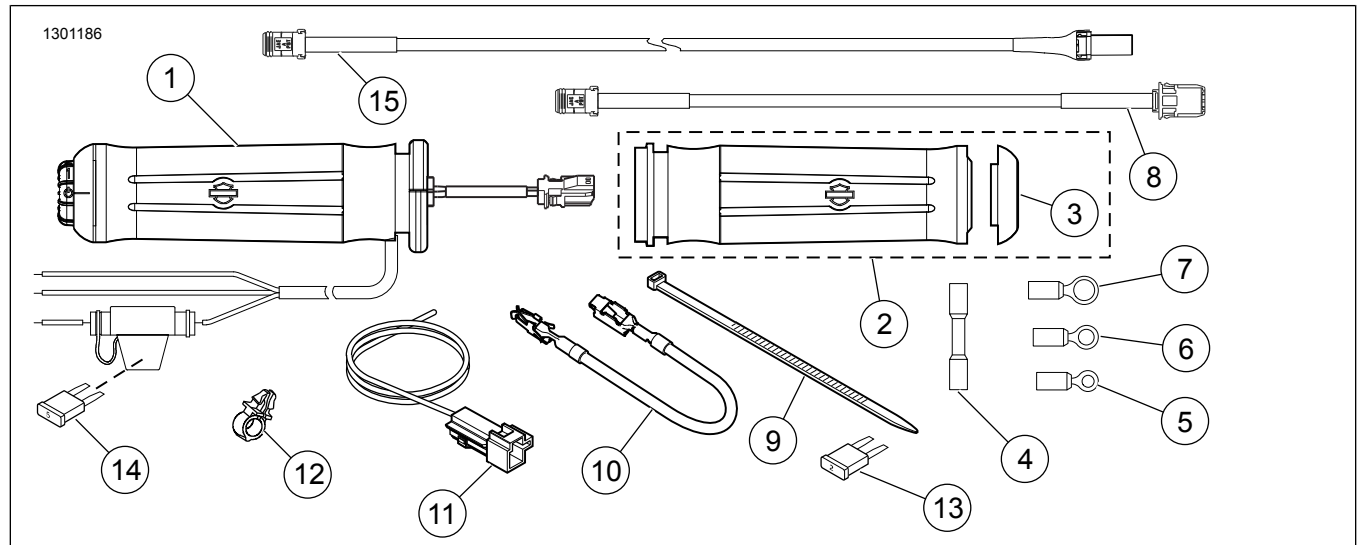

Figura 8. Parts tas-Service, Kits Tal-Manku Li Jissaħħan
2. Ara Figura 8 . Uża ċineg tal-kejbil (9) mill-kit biex torbot il-wiring tal-manku mal-harnesses tal-wajers matul il-frejm tal-vettura. **2014-Mudelli ta' Wara** : Kompli wara Pass Nru. 15.